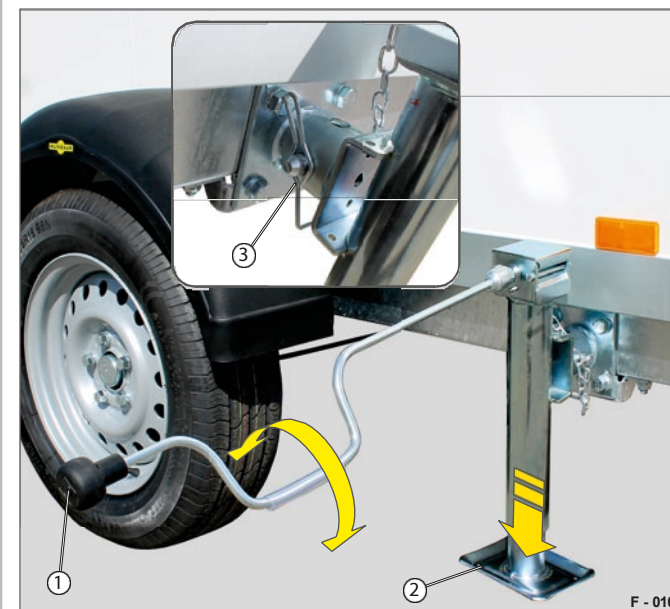

Fig. 9 Betjening af den teleskopiske håndsvingstøtte
- Sikr stikkontakten mod at falde ud med beslaget - drej beslaget (Fig. 9/3) rundt.
- Fjern håndsvinget (fig. 9/1) fra holderen på den indvendige dør i bagdøren.
- Drej håndsvinget, så nivelleringsfoden (Fig. 9/2) kører ud.